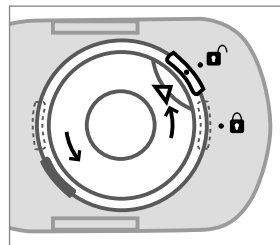

Рис. 2
3. Расположите ингаляционную камеру вертикально на столе. Отсоедините верхнюю часть ингаляционной камеры от самой камеры. Для этого поверните крышку ингаляционной камеры против часовой стрелки, так, чтобы маркер «**▶●**» указывал на «**●**» (рис. 2). Потянув крышку ингаляционной камеры вверх, извлеките ее.